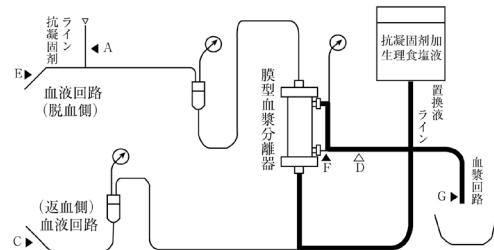

図5. 血漿分離器の洗浄(中空糸外側)
- (2) 血漿回路のDをクランプする。
- (3) 脱血側回路と血漿回路を本製品と接続する。
- (4) 抗凝固剤ラインのAをクランプする。
- (5) 血液回路のクランプBを外す。
- (6) 置換液ラインを用い、抗凝固剤加生理食塩液を約500mL流す。
(7) 脱血側回路よりあふれる抗凝固剤加生理食塩液は廃棄する。
(8) 約500mLの抗凝固剤加生理食塩液を流し終えたらEをクランプする(図5参照)。
- (1) 血漿回路のFをクランプする(図5参照)。
- (2) 血漿回路のクランプDを外す。
- (3) 置換液ラインを用い、抗凝固剤加生理食塩液を約500mL流す。
- (4) 血漿ラインよりあふれる抗凝固剤加生理食塩液は廃棄する。
- (5) 約500mLの抗凝固剤加生理食塩液を流し終えたらGをクランプする。